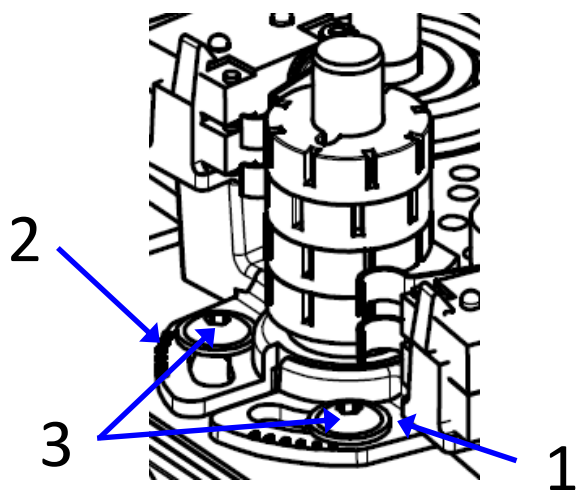

Figure 14: Support de couple **PSQ2003/2803**
- Desserrez les vis de réglage du couple (Figure 14, 9, pos. 3) et réglez le support de couple dans les directions OUVRIER et FERMER par une rotation sur la réduction souhaitée.